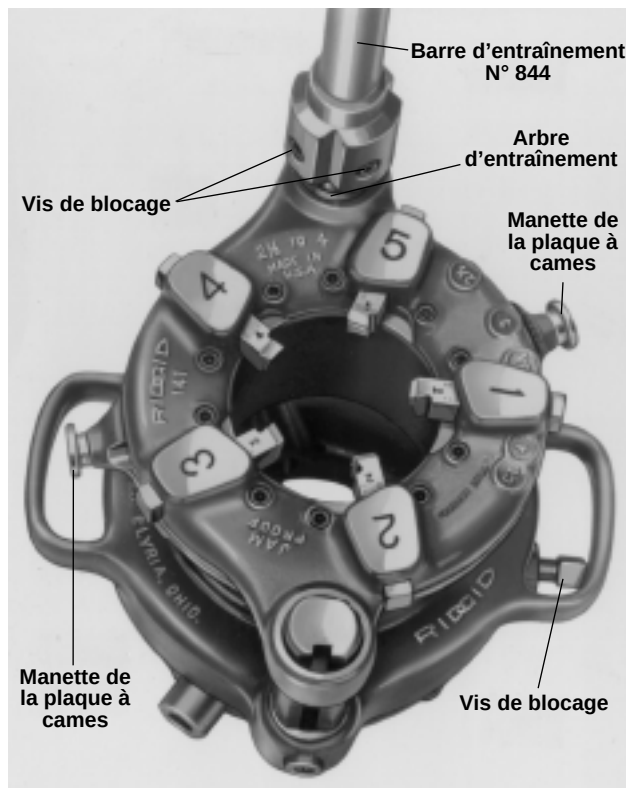

Figure 15 – Fileteuse démultipliée N° 141 avec barre d'entraînement N° 844 (Idem pour la fileteuse N° 161)
2. Tirez sur les manettes de la plaque à cames (*Figure 15*) et tournez la plaque à cames jusqu'au repère en tête de la tête de filière qui correspond à la section de tuyau voulu. Lâchez les manettes lorsque les broches de positionnement tombent dans le trou de la plaque de sélection.
2. Tirez sur les manettes (*Figure 15*) et tournez la plaque à cames jusqu'au repère CD qui se trouve au sommet de la tête de filière.
3. Retirez le jeu de filières usées (*Figure 15*) et installez un nouveau jeu de filières.
1. Posez la fileteuse sur le sol ou sur un établi avec l'arbre d'entraînement vers le haut. Montez la barre d'entraînement N° 844 sur l'arbre d'entraînement et serrez les deux (2) vis de blocage (*Figure 15*).
7. A l'aide de la clé à cliquet, serrez le collier de serrage (Figure 15) à fond.
8. Enfiler la douille carrée de l'arbre d'entraînement universel N° 840A sur le carré de l'arbre d'entraînement de la fileteuse et serrez les deux (2) vis de blocage.
3. Desserrez les deux (2) vis de blocage et retirez l'arbre d'entraînement universel de la fileteuse.
4. N° 141 et N° 161 – Desserrez la vis de blocage des mors (Figure 15) et tournez le collier de serrage à la position OPEN (ouvert).